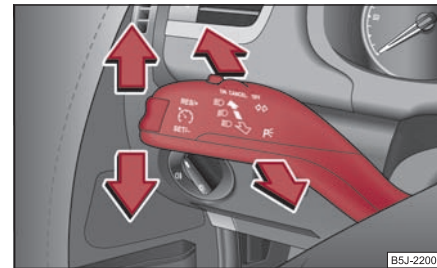

Abb. 53 Der Blinklicht- und Fernlichthebel
- Drücken Sie den Fernlichthebel zum Einschalten des Fernlichts nach vorn \Rightarrow Seite 55, Abb. 53.
- Drücken Sie den Hebel nach oben bzw. nach unten \Rightarrow Abb. 53.